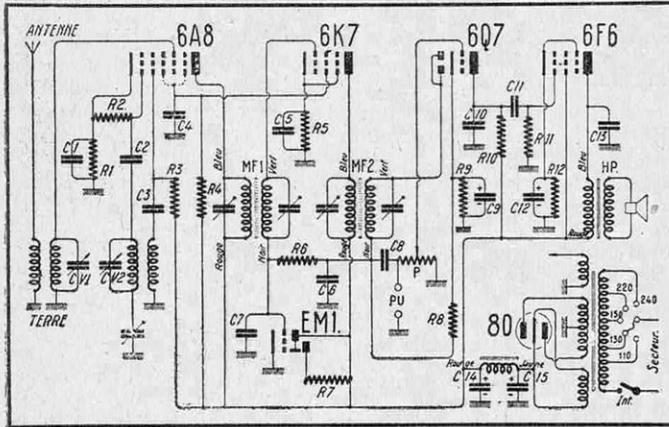

FIG. 3. — SCHÉMA DE MONTAGE DU « MÉGA-RECORD-6 »
**L**a technique du radiorécepteur est, dit-on, à peu près stationnaire depuis environ un an. Il ne fait aucun doute cependant que les perfectionnements qui étaient encore réservés naguère à des postes chers sont maintenant de plus en plus mis en œuvre sur des appareils accessibles à toutes les bourses. Nous citerons parmi ceux-ci le *Scientific VI*, superhétérodyne à 6 lampes, y compris la valve et l'œil magique aujourd'hui indispensable à tout récepteur vraiment moderne. Son schéma ne présentant aucune complication, sa réalisation est à la portée de tout amateur. Elle est d'ailleurs facilitée par un plan de câblage et par les pièces détachées que son créateur tient à la disposition de ceux qui préfèrent effectuer eux-mêmes le montage dont nous donnons le schéma théorique figure 3.